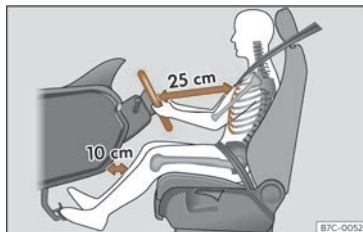

Abb. 16 Der richtige Abstand des Fahrers zum Lenkrad muss mindestens 25 cm (10 inch) betragen.
- Lenkrad so einstellen, dass der Abstand zwischen Lenkrad und Brustbein mindestens 25 cm (10 Zoll) beträgt >>> (Abb. 16) und das Lenkrad mit beiden Händen und leicht gebeugten Armen seitlich am äußeren Rand festgehalten werden kann.